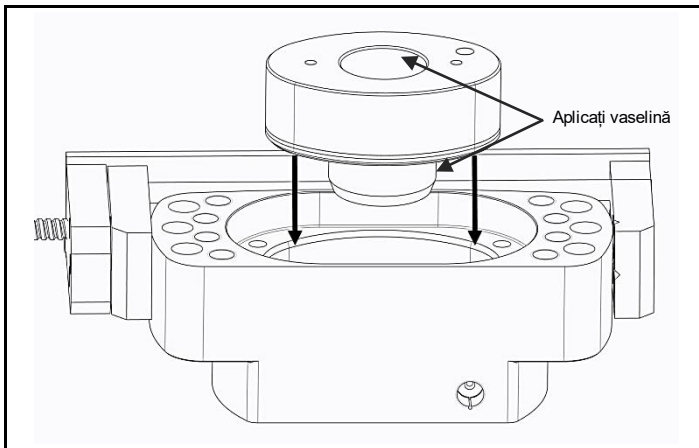

Fig. 4.9 Aplicați vaselină și instalați pistonul
- Atunci când glisați ansamblul pistonului în corp, aveți grijă să nu deteriorați suprafețele interne. (Fig. 4.9)